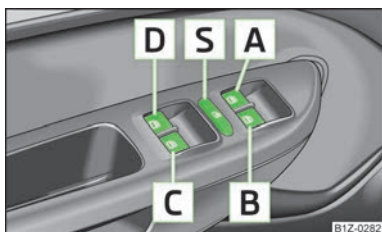
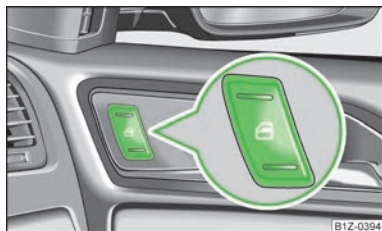

Fig. 18
Fig. 19
- Când se transportă copii pe locurile din spate, vă recomandăm să scoateți din funcțiune comutatoarele din portierele din spate (comutatorul de siguranță) **S** » fig. 18 la pagina 35.
Tastele pentru fiecare geam se găsesc în cotiera din portiera șoferului » fig. 18, pasagerului față și în portierele spate » fig. 19 la pagina 36.
Prin apăsarea comutatorului de siguranță **S** » fig. 18, puteți scoate din funcțiune tastele acționării geamurilor din portierele din spate. Apăsând încă o dată comutatorul de siguranță **S**, puteți restabili funcționarea tastelor acționării geamurilor din portierele din spate.